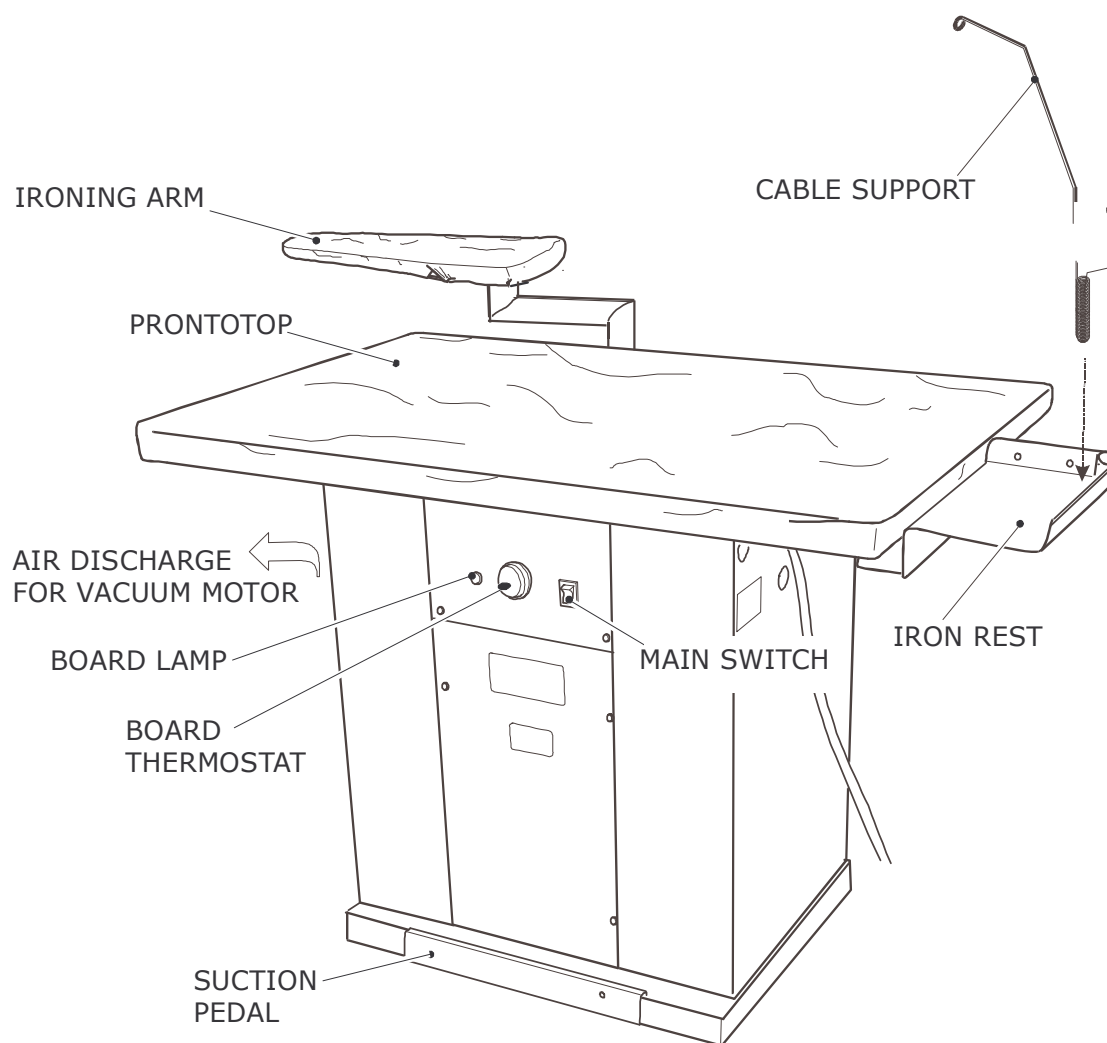

Fig. 1
2. Распакуйте глад. Стол мод. PUS200 из картонной упаковки и закрепите стержни-держатели шлангов в специальное отверстие (рис. 1).
2. Включить кнопку выключателя (рис. 1), повернуть рукоятку термостата на 80/90° (рис. 1): когда сигнальная лампочка погаснет, стол готов к работе.
1. Гладить утюгом изделие для глажения (рис. 3), периодически нажимая на кнопку подачи пара на утюге и одновременно нажимать на педаль вытяжки воздуха из гладильного стола (рис. 1). Причем педаль включения вытяжки рекомендуется держать нажатой на несколько секунд дольше, чем кнопку подачи пара на утюге, что поможет быстрее высушивать изделие на гладильном столе. Для более качественного глажения советуем регулятор температуры утюга (рис. 2) устанавливать в конечную позицию "cotone".
3. Во время глажения всегда ставьте утюг на специальный коврик на столе (рис. 1) Необходимо следить, чтобы паровой шланг и электропровод не перекручивались и не косались гладильного стола, это может вызвать разрыв парового шланга или короткое замыкание в электропроводе.
Рекомендуем проводить замену чехла каждые 320 часов работы на нем, или максимум каждые 3 месяца. Во время этой операции стол должен быть холодным и выключен от сети (рис. 1: чехол). **Примечание:** Чехол можно стирать 1-2 раза.